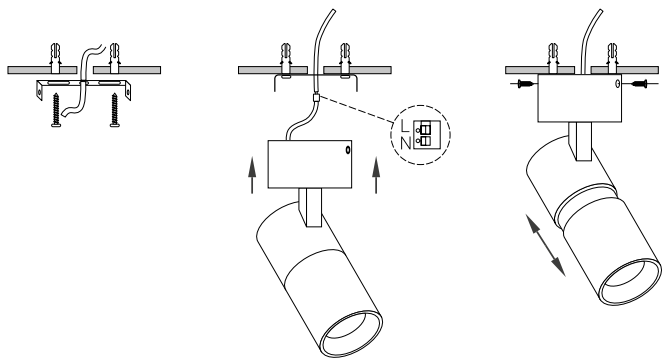

Рис. 2. Установка и подключение светильника
- 3.9. Отрегулируйте необходимый угол излучения, переместив нижнюю часть светового модуля вниз/вверх, как показано на рис. 2.